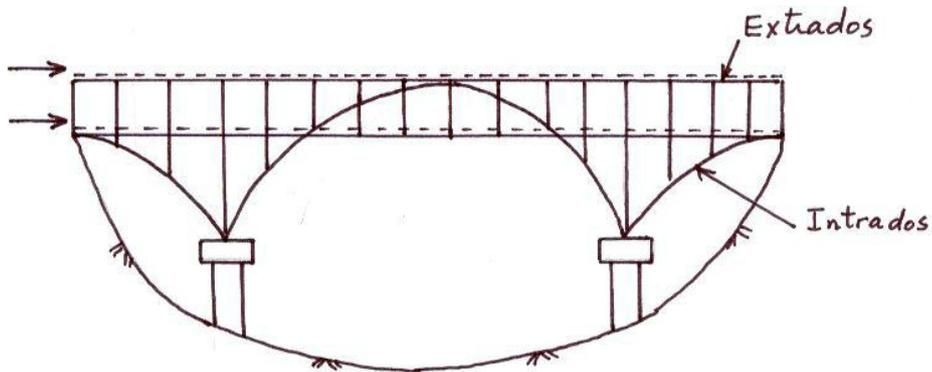

Fig. 16 Pont à double tablier.
- Pont à double tablier : Le 1er tablier est l'extrados du pont tandis que le 2e est un tablier intermédiaire (fig. 16).
**4-7-1 Pont à poutres multiples :** Les éléments porteurs principaux sont les poutres, elles transmettent les charges du tablier vers les appareils d'appuis (fig. 16).